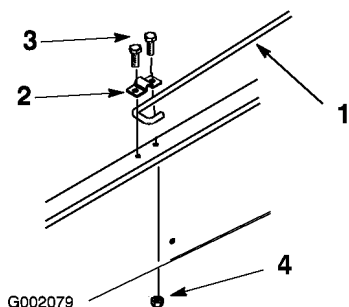

Bild 10
- Lösen Sie die Schraube, mit der der Ständerclip am Rahmen befestigt ist, bis Sie das J-förmige Hakenende des Ständers unter den Clip schieben können (Bild 10).
- Ziehen Sie die Schraube fest und befestigen Sie die andere Seite des Clips mit einer neuen Schraube (5/16 x 3/4 Zoll) und einer Bundmutter (5/16 Zoll) (Bild 10)